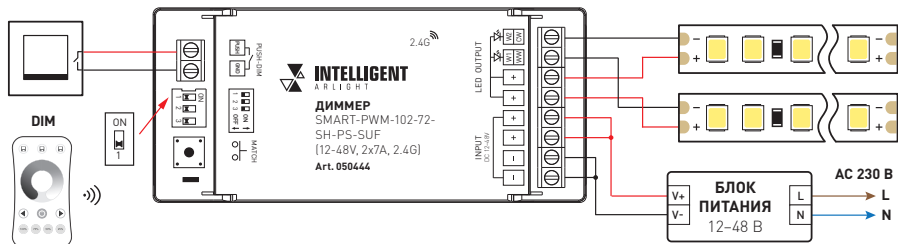
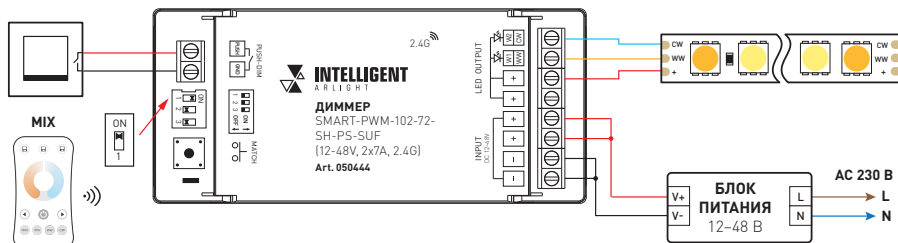

Рис. 2. Схема подключения диммера для управления одноцветными лентами
Рис. 3. Схема подключения диммера для управления MIX-лентой
3.2. В зависимости от типа подключаемой ленты установите DIP-переключателем 1 режим работы MONO (DIM) или MIX (CCT) и подключите диммер в соответствии со схемой на рис. 2. или рис. 3: